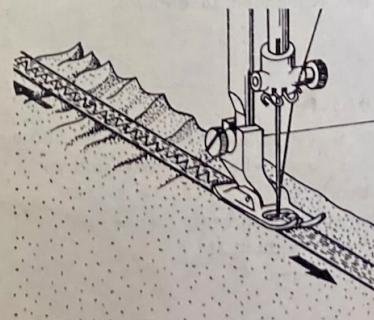

Abb. 60
42. Aufnähen von Gummiband (Abb. 60)